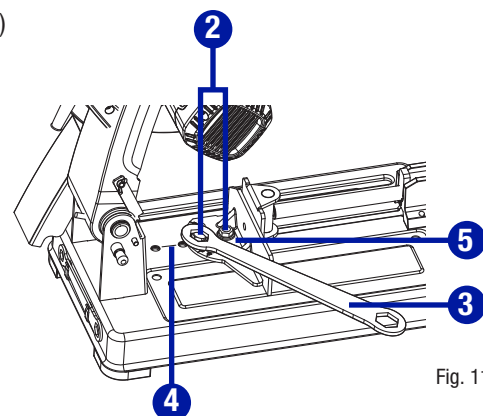

Fig. 11
- Dévissez deux boulons à chapeau du guide de refente (2) en les tournant dans le sens antihoraire à l'aide de la clé à disque (3) fournie. (Fig. 11)
- Tournez le guide de refente (4) vers la gauche ou la droite jusqu'à ce que les lignes de l'angle de coupe souhaité soient bien alignées avec le repère (5). (Fig. 11)